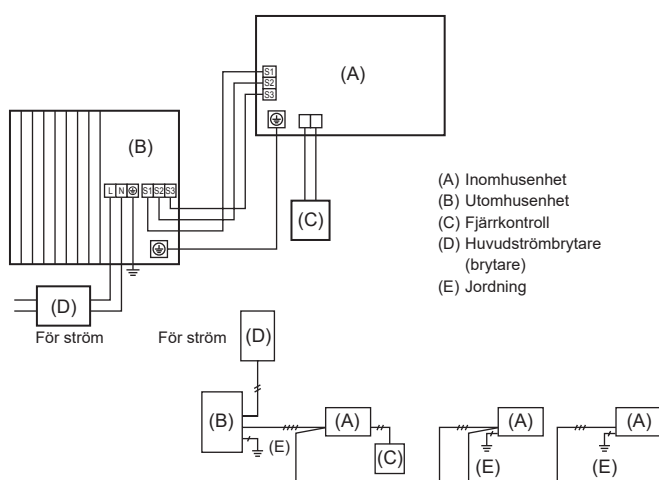
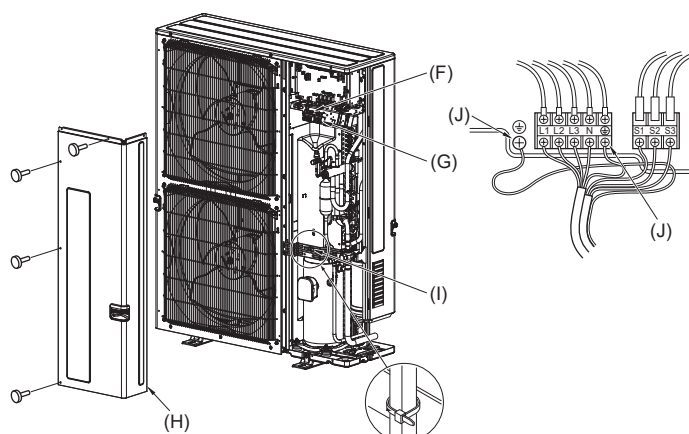

Fig. 6-1
Fig. 6-2
6.1. Utomhusenhet (Fig. 6-1, Fig. 6-2)
(1) Ta bort servicepanelen.
(2) Hänvisa till Fig. 6-1 och Fig. 6-2 när kablarna dras.